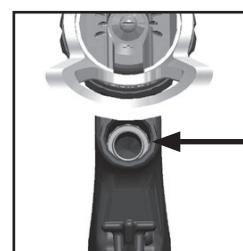

Fig. 18
5. NE PAS RETIRER LE JOINT ARRIÈRE DU CORPS DU PISTOLET. (Voir fig. 18)
- e. Le joint arrière doit être propre et en position dans l'alésage. (Voir fig. 18)